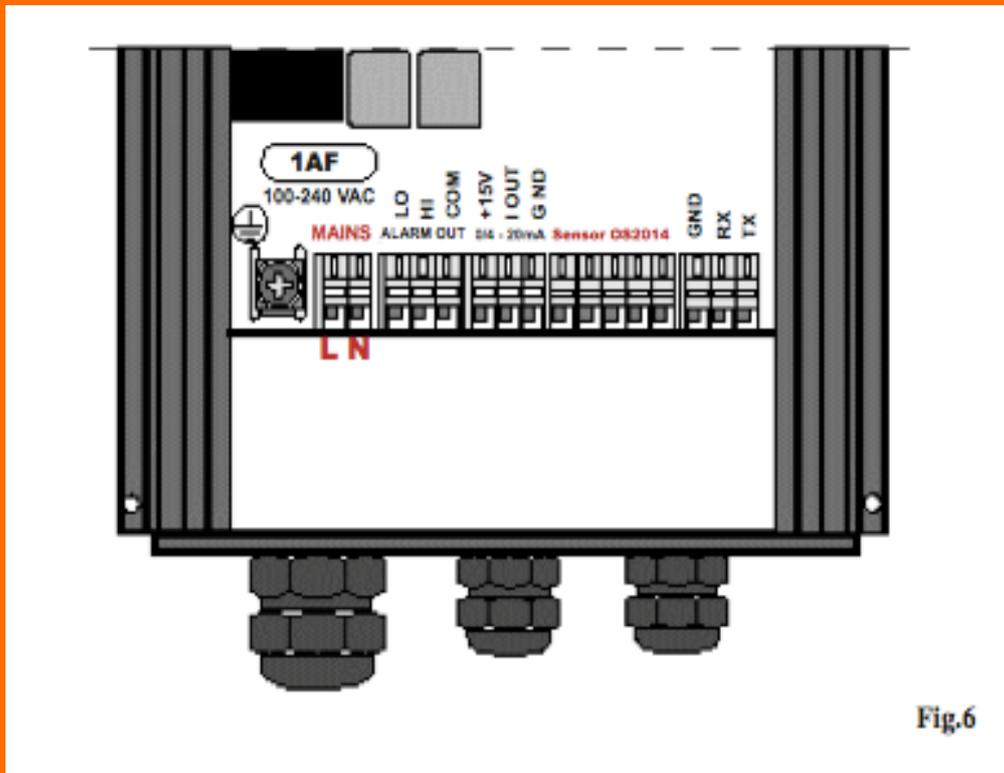

Fig.6
4.2.1 Kabelverbindungen, Abb.6